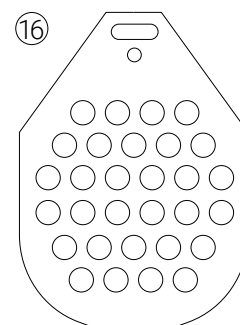

Рис. 2
- ② Винт крепления рычага привода прессования.
- ③ Формовочная плита, совершает вращательно-колебательные движения для округления заготовки.
- ④ Рычаг привода механизма прессования, передает мускульное усилие оператора формовочной плите для обеспечения прессования.
- ⑤ Противовес для возврата рычага в исходное положение.
- ⑥ Винт, регулирующий отход формовочной плиты с контргайкой.
- ⑦ Рычаг привода секторного ножа.
- ⑧ Электромеханическая панель управления.
- ⑨ Рычаг привода округления.
- ⑩ Выдвижная ось для опрокидывания верхней части машины упростит проведение санитарно-гигиенических мероприятий.
- ⑪ Прессующая плита с секторными ножами.
**5.1.2.** Тестоделитель-округлитель. Панель управления и формовочная пластина: рис. 2.
- ⑫ Кнопка включения.
- ⑬ Кнопка выключения.
- ⑭ Поворотный главный выключатель.
- ⑮ 2 лампочки состояния машины.
- ⑯ Формовочная пластина.
**10.2.** Повернуть главный выключатель 14 (рис. 2) по часовой стрелке до упора.